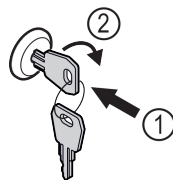

Fig. 160
- ▶ Sæt nøglen i Fig. 160 (1).
- ▶ Drej nøglen 90° med uret Fig. 160 (2).